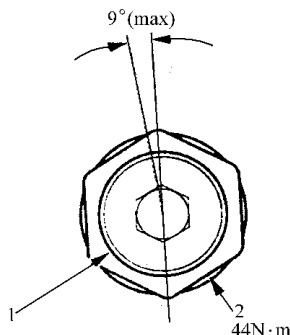

图 7-21 安装导轨螺钉
5) 如图 7-21 所示,将齿条导轨螺钉锁紧到 $25\text{N}\cdot\text{m}$,然后将其旋松。重新将齿条导轨螺钉锁紧到 $40\text{N}\cdot\text{m}$,然后退回至规定角度。规定退回角度:最大 9° 。